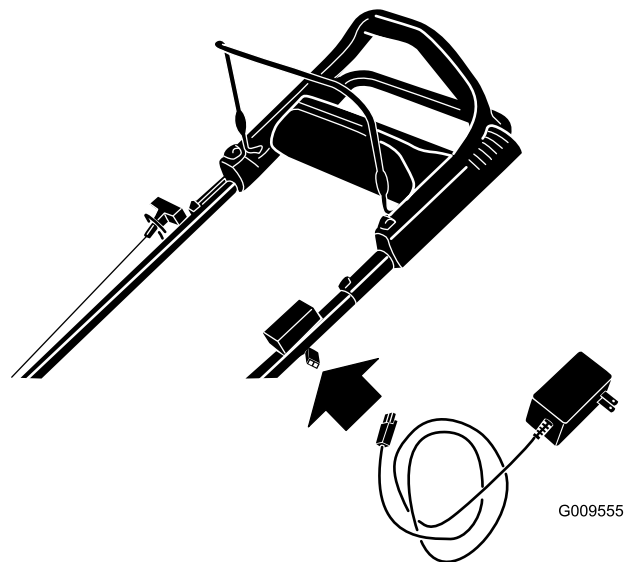

Figure 35
1. Branchez le chargeur au faisceau de câblage situé sous le bouton de démarrage électrique (Figure 35).